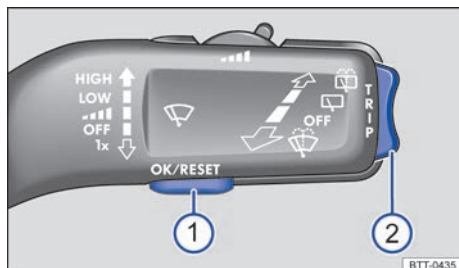

Fig. 18 En el lado derecho de la columna de dirección: teclas de la palanca del limpiacristales (vehículos sin volante multifunción).
Mientras haya una advertencia con prioridad 1 → pág. 16, no se podrá acceder a ningún menú. Algunas advertencias se pueden confirmar y ocultar con la tecla → fig. 18 ① de la palanca del limpiacristales.
- Si se muestra un mensaje o el pictograma de un vehículo, pulse la tecla → fig. 18 ①.
- Para visualizar el menú principal → pág. 20 o para volver al menú principal desde otro, mantenga pulsada la tecla basculante → fig. 18 ②.
- Pulse la tecla basculante → fig. 18 ② hasta que se marque la opción de menú deseada.
- Para abrir la opción de menú, pulse la tecla → fig. 18 ①.
- Realice las modificaciones deseadas con la tecla basculante de la palanca del limpiacristales → fig. 18 ②. Dado el caso, mantenga pulsada la tecla para aumentar o reducir los valores más rápidamente.
- Marque y confirme la selección pulsando la tecla **OK/RESET** → fig. 18 ①.
- **O BIEN:** mantenga pulsada la tecla basculante → fig. 18 ②.